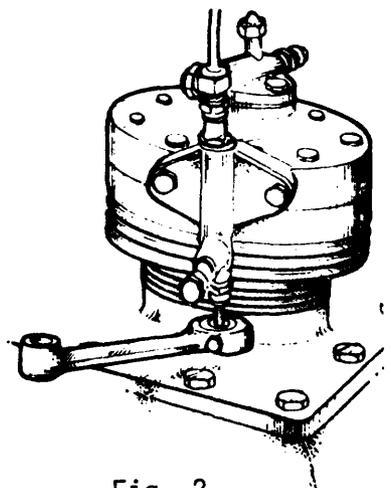

Fig. 2
- b Abra la válvula de servicio de baja para el manómetro (fig. 2).